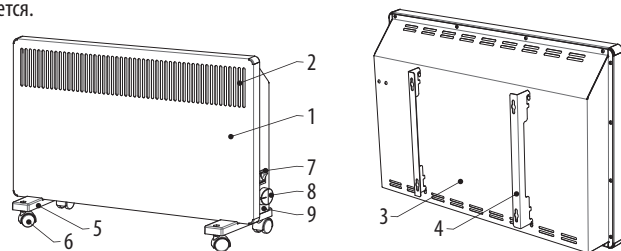

Рисунок 1.
5.1. Конвектор (см. рис. 1, 2) представляет собой металлический корпус, состоящий из передней панели (1) и задней панели (3), внутри которого на шасси расположен электронагревательный элемент (на чертеже не показан). На корпус могут быть установлены настенные кронштейны (4) или колёсные опоры (5), имеющие по 2 поворотных колеса (6). На боковой поверхности корпуса расположены роковые переключатели с подсветкой (7) и ручка термостата (8).